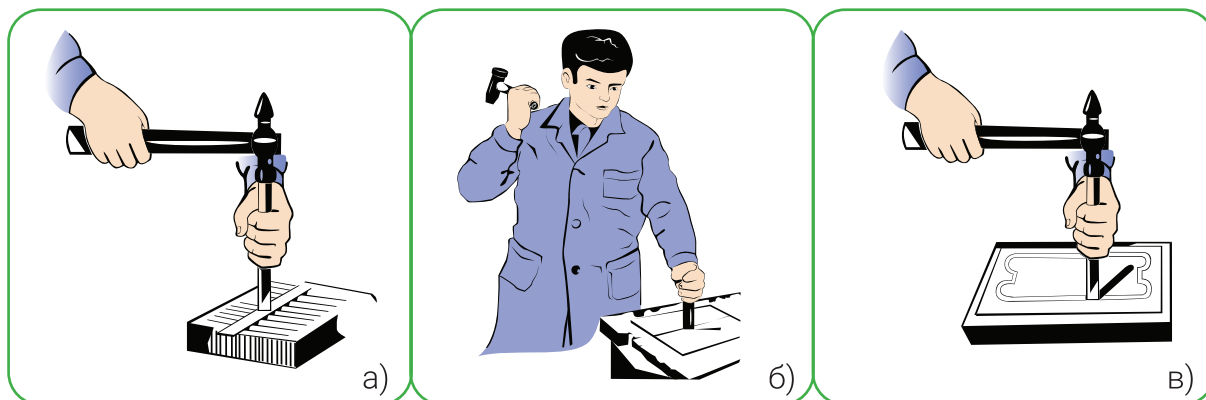

Рисунок 41. Резка на наковальне: а) нарезка полос; б) разрезание листов по прямой линии; в) резка листа по кривой.
2. Размеченный металл режем на наковальне. Для резки металла зубило ставится перпендикулярно резке (рис. 41 а, б).
8. При вырезании гнутых заготовок из листового металла используются специальные зубила с закругленным лезвием (рис. 41 в).